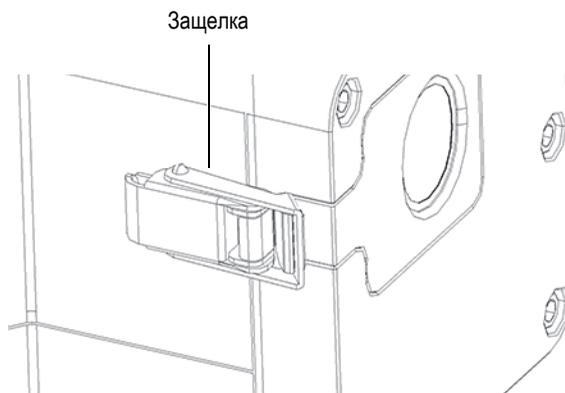

Рис. 4-1 Защелка измерительного окна
2. Найдите защелку на носовой части анализатора (Рис. 4-1 на стр. 63).